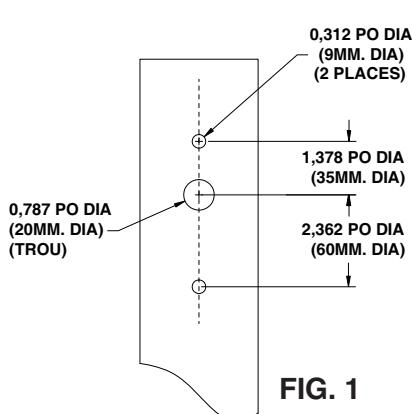
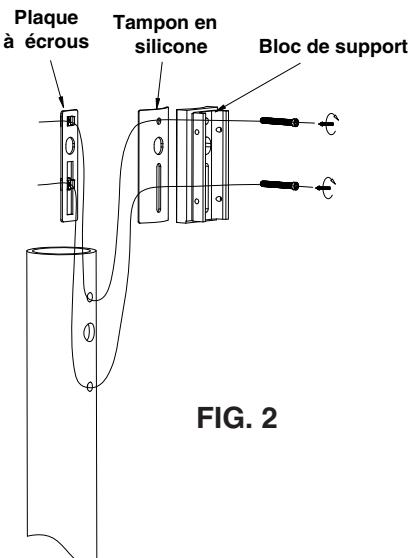

FIG. 1
FIG. 2
Le luminaire peut être monté sur un poteau à profil rond ou carré, à l'aide d'une plaque de montage adaptatrice. La plaque de montage a un modèle à fentes qui couvre beaucoup de modèles de fentes. Au cas où il n'y a pas de modèle de fentes ou si les fentes sont en dehors de l'intervalle des fentes, percez des trous en conformité avec le modèle dans la FIG. 1. Installez la plaque de montage en conformité avec la FIG. 2.
1. Serrez la plaque à écrous et l'adaptateur sur le poteau (voir la FIG. 2).